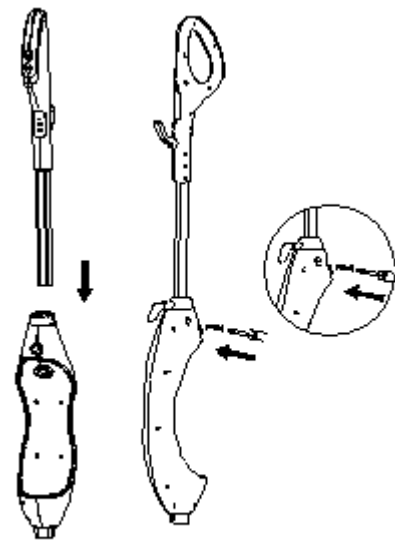

Abb. 2
- 2 Schieben Sie das untere Ende des Griffschlauchs (A) in das obere Ende des Gehäuses (C), bis es einrastet. **(Abb. 2)**
- 3 Sichern Sie den installierten Handgriff und die Stange mit der großen Schraube (Schraubenzieher nicht enthalten). **(Abb. 2)**